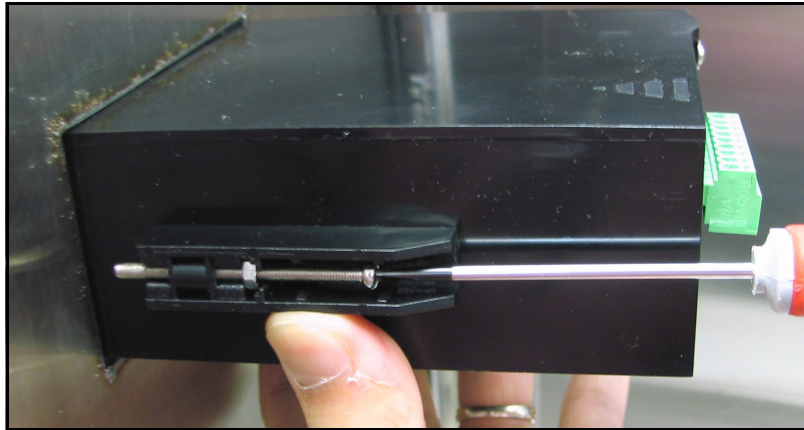

Abbildung 14: Fixieren des *Einkanal-Hygrometers* im Tafelausschnitt
6. Schrauben Sie mit einem Schraubendreher die Schrauben der Halterungen bis zur Rückwand der Tafel und fixieren Sie das Hygrometer im Tafelausschnitt (siehe Abbildung 14).